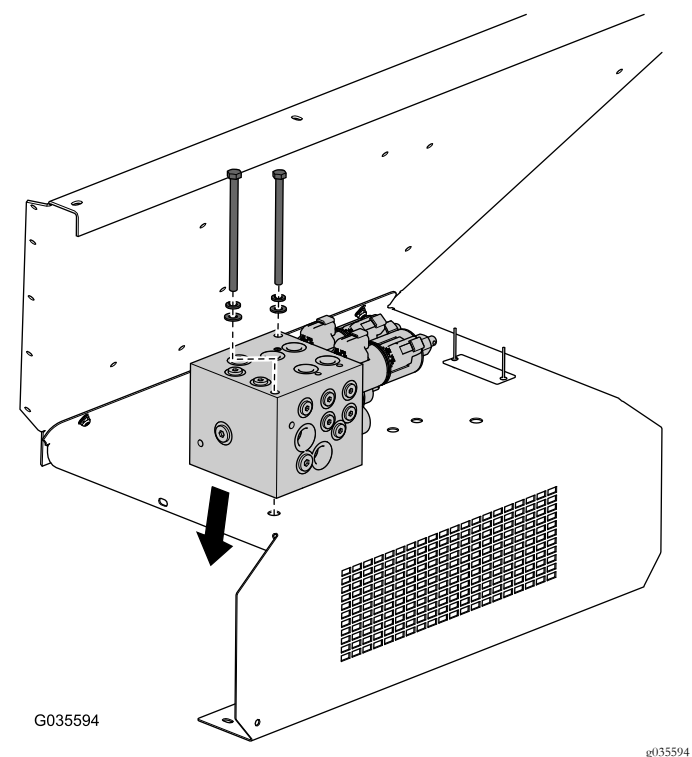

Рисунок 11
10. Установите и прикрепите коллектор к новому брызговiku с помощью ранее снятых болтов с шайбами (Рисунок 11).